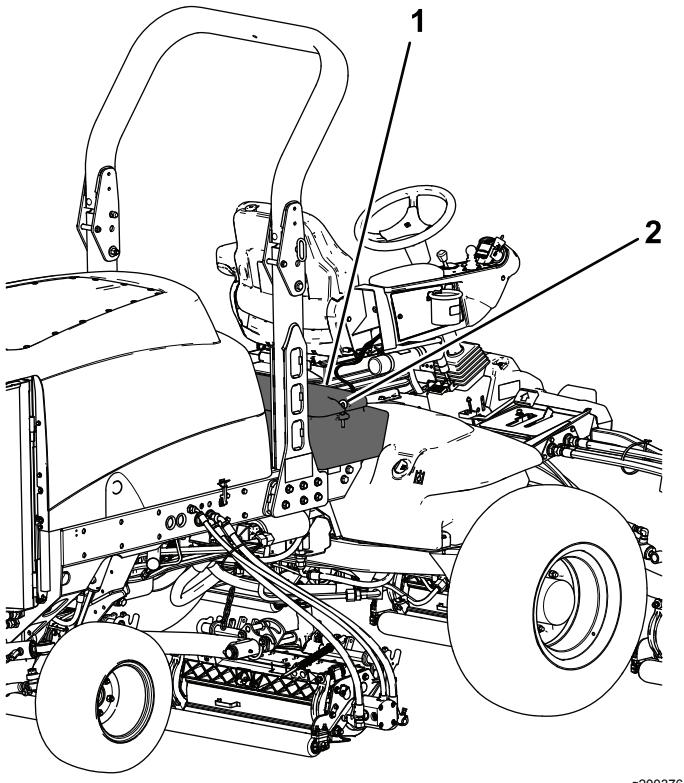

図 83
- 運転席のコンソールパネルのラッチを外して持ち上げる図 83。